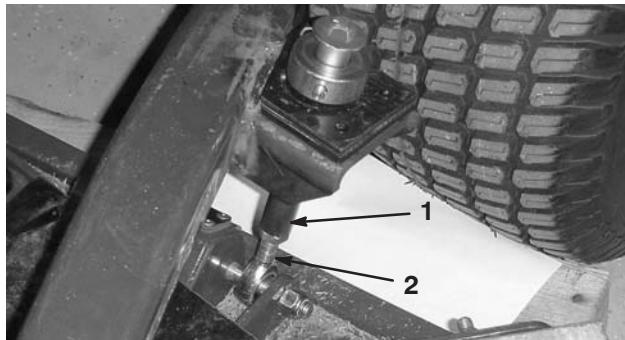

Bild 26
6. Lösen Sie die Klemmmuttern unten an den Schnitthöhenstangen (Bild 26).